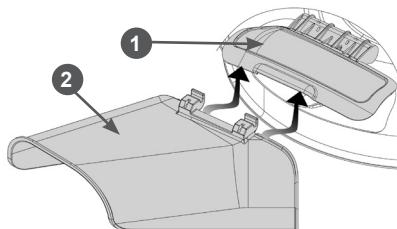

Рис. 4 Установка направляющей бокового выброса травы
- Установите направляющую бокового выброса травы. Для этого одной рукой поднимите крышку 1 бокового выброса травы, другой рукой зацепите крючки направляющей 2 бокового выброса за ось крышки 1, после чего отпустите направляющую 2 и медленно отпустите крышку 1 отверстия бокового выброса (Рис. 4).